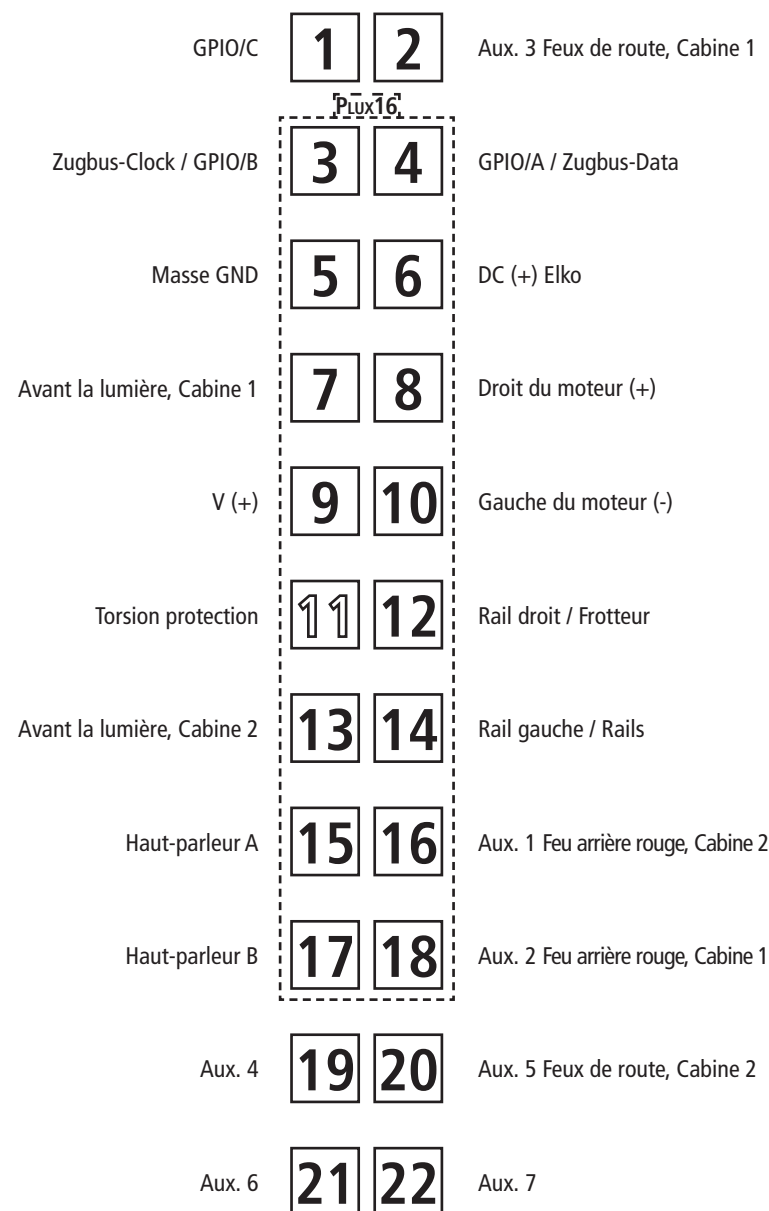

Fig. 6
Mehrzugbetrieb: Zuerst Lokgehäuse abnehmen (Fig. 4). Danach den Brückenstecker aus der Schnittstelle entfernen (diesen sorgsam aufbewahren). Danach den Stecker des Decoders lage-richtig einsetzen (Fig. 6).
Running in digital mode: Remove the jumper from the interface. Finally put the plug of the decoder into the interface as shown in fig. 6.
1. Nettoyage des lames de courant aux roues: Les lames de contacts risquent de s'encrasser rapidement sur des voies poussiéreuses. Veuillez **enlever la poussière** aux endroits marqués à la fig. 6 à l'aide d'un petit pinceau souple.
Exploitation en télécommande multi-trains: Enlevez la fiche de shuntage de l'interface (à conserver!) et enfichez finalement la fiche de décodeur aux prises de l'interface. Veuillez à la position correcte de la fiche (fig. 6).